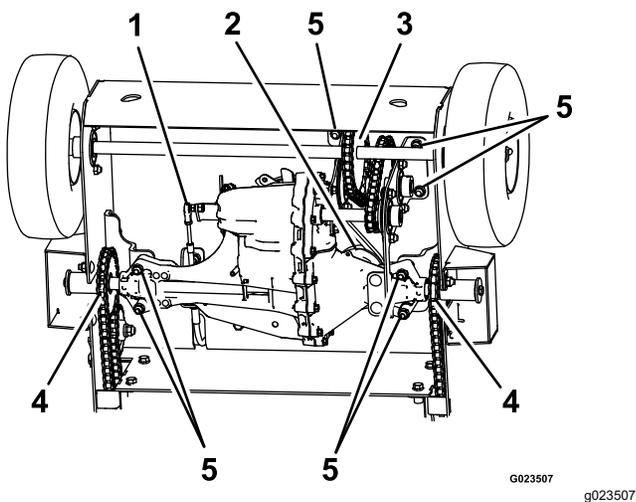

Figura 35
5. Retire la transmisión de la máquina (Figura 35).